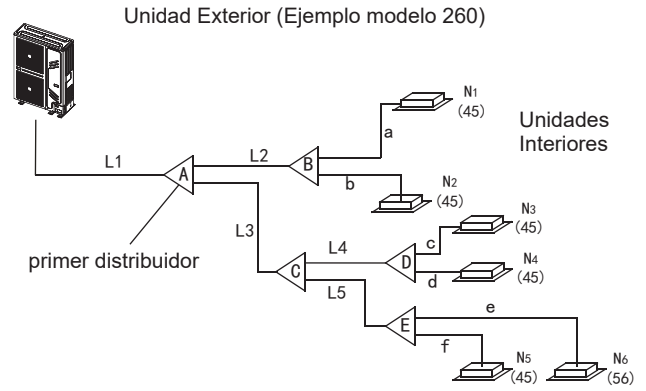

Fig. 4-5
- Ejemplo: En la Fig.4-5, la capacidad total aguas abajo de la tubería L2 es de $45 \times 2 = 90$, por lo que según la Tabla 4.4, el diámetro de gas / líquido de L2 será: $\Phi 15.9 (5/8") / \Phi 9.5 (3/8")$.